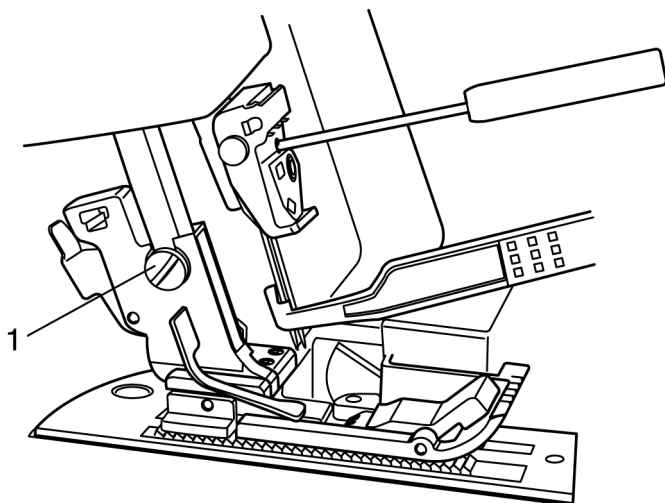

Рис. 1
- Выверните крепежный винт 1 (рис. 1).